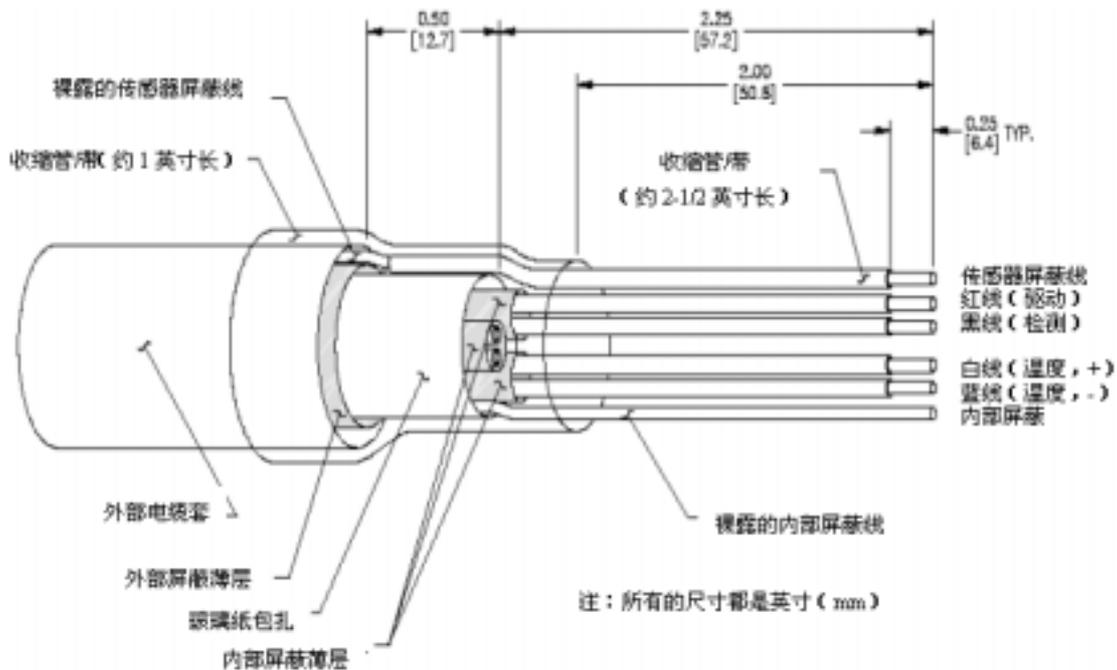

图 2-4 连接电缆接线端详图
要正确地进行连接电缆各线端的接线，参考图 2-4，按照下面这个流程进行：
5. 小心地定位 2-1/2 英寸长的收缩管或者胶带于裸露的传感器屏蔽线距离线端 1/4 英寸，如图 2-4 所示，将其与内部屏蔽线绝缘并区分开。这样做将使 1/4 英寸裸露的屏蔽线露出收缩管或者胶带，从而方便连接。
6. 小心地定位 1 英寸长的收缩管或者管道于电缆上，如图 2-4 所示来保护线。